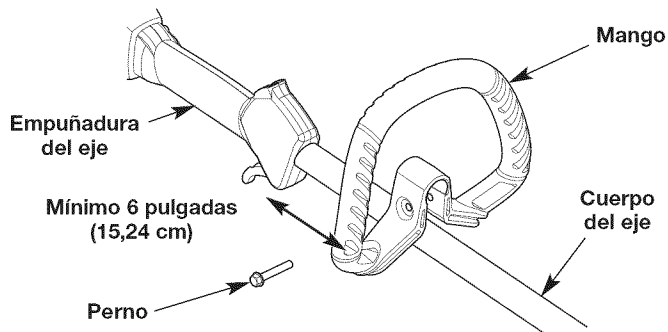

Fig. 2
1. Afloje el perno con una llave de cubo de 3/8 (Fig. 2).
2. Sin dejar de sujetar la unidad en posición de operación (Fig. 10), mueva el mango hasta el lugar que le dé el mejor agarre. Colóquelo a una distancia mínima de 6 pulgadas (15.24 cm) de la base de la empuñadura del eje (Fig. 2).